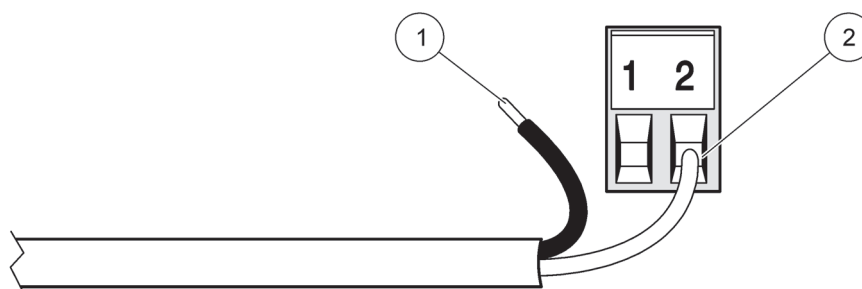
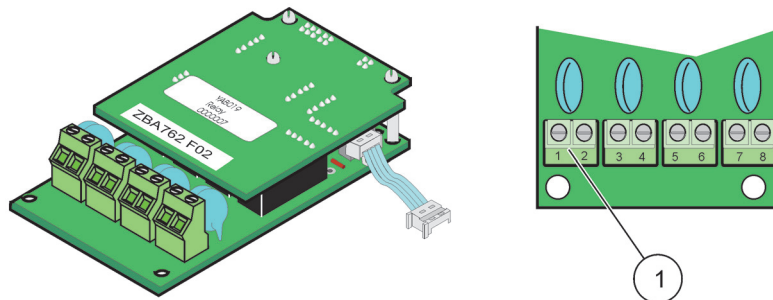
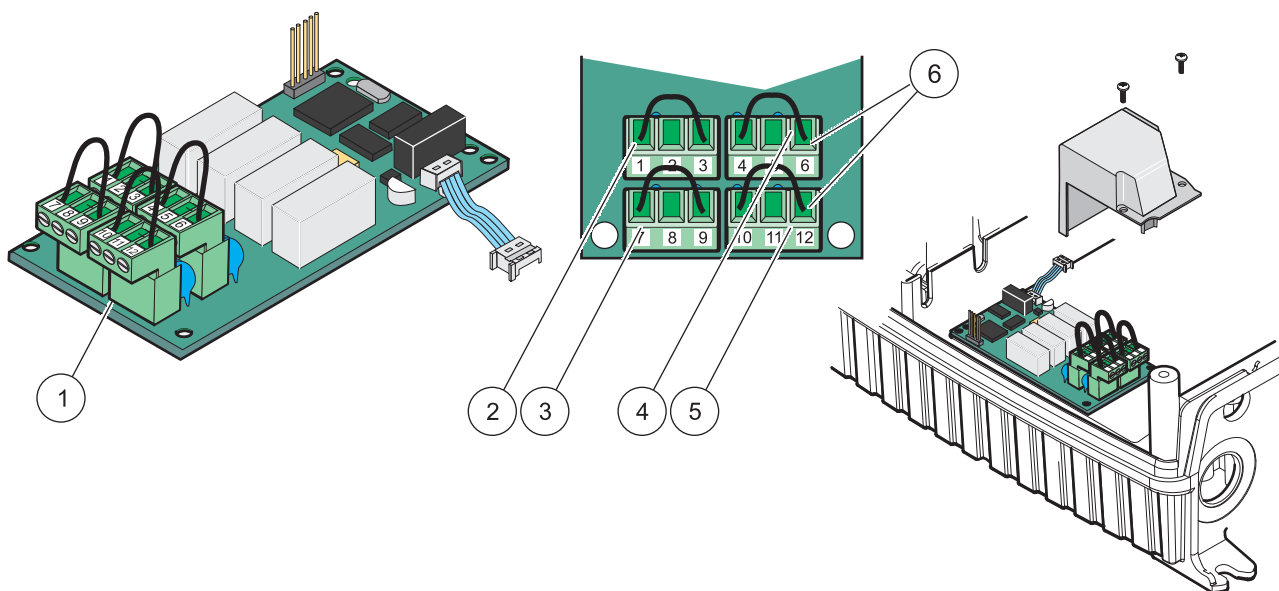

Рисунок 19 Соответствующая подготовка провода и установка
Рисунок 20 Плата реле (старая модель, до 2008 г.)
Рисунок 21 Плата реле (YAB076, переключающие)
5. Пропустите кабель через основание модуля, хорошо подготовьте и вставьте каждый провод (Рисунок 19) в клемму в соответствии с Рисунок 20/Таблица 3 и Рисунок 21/Таблица 4. Осторожно подержайте провод после каждой вставки для того, чтобы убедиться в том, что соединение надежно.